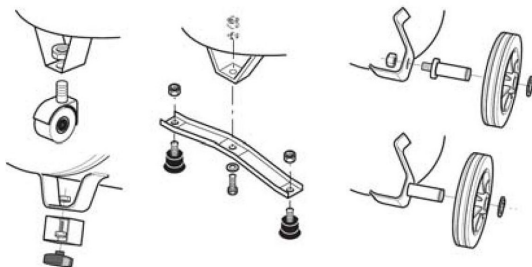

Abb. 3: Räder-Montage
Schritt 1: Montieren Sie gegebenenfalls zuerst die Räder und/oder Schwingungsschutzelemente (Abb. 3).